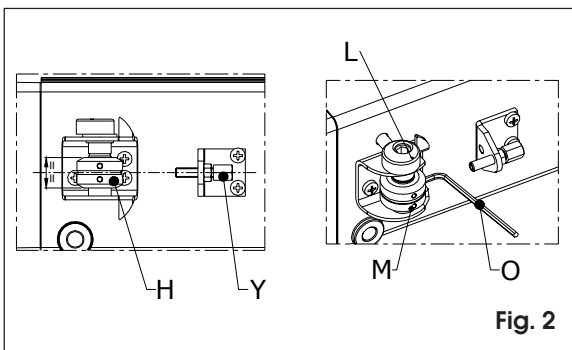

Fig. 2
- 4) Orientare il punto **L** con le viti **M** e stringere il grano con la chiave **O**, mantenendo il canalino del disco **H** in asse con il registro **Y**, come in Fig. 2.
- 4) Orient point **L** with screws **M** and tighten the dowel with wrench **O**, keeping the groove of disk **H** in line with adjuster **Y**, as shown in Fig. 2.
- 4) Orienter le point **L** avec les vis **M** et serrer le goujon avec la clé **O**, en maintenant dans l'axe la rainure du disque **H** avec le dispositif de réglage **Y**, d'après la Fig. 2.